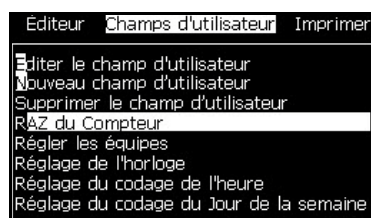

Figure 5-30: Sélectionnez *Réinitialiser Compteur*
- 2 Sélectionnez l'option *Réinitialiser Compteur* (consulter Figure 5-30).